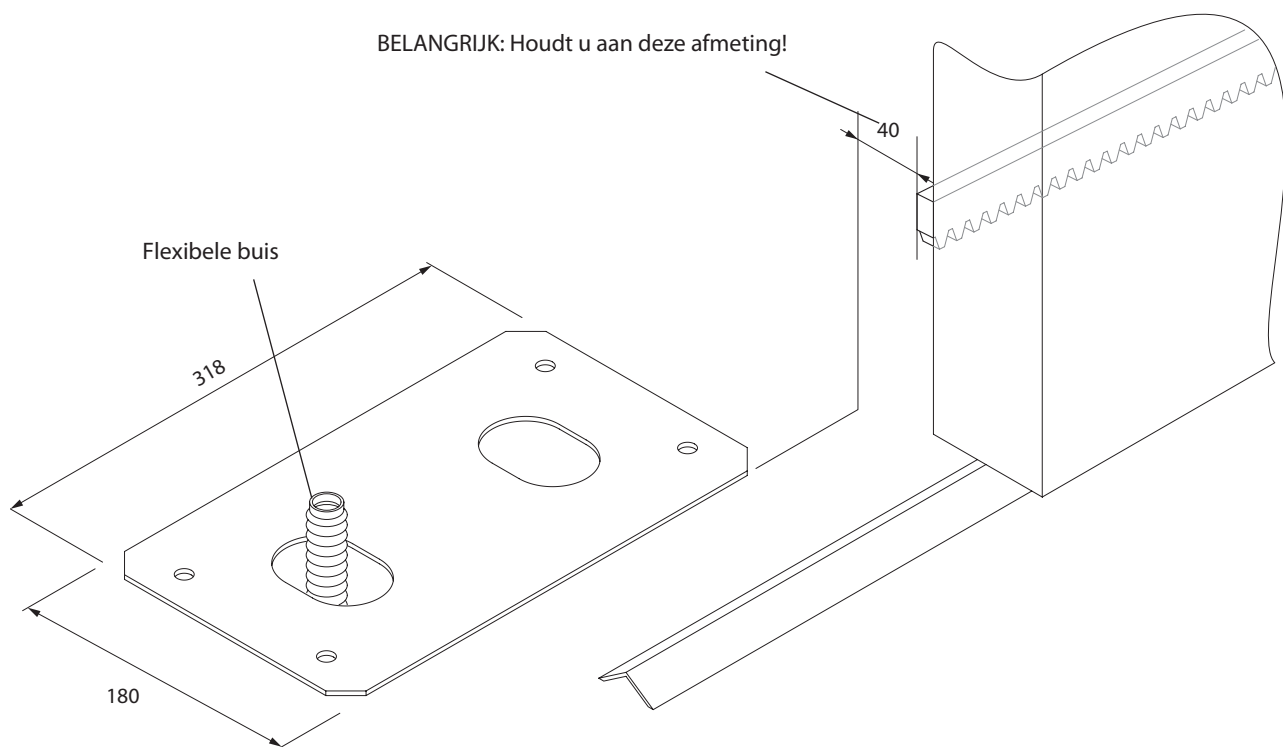

Fig. 2 - Montage direct op bestaande fundatie
1. Montage direct op de bestaande fundatie (Fig.2).
U kunt de funderingsplaat gebruiken als boormal, boor 4 gaten rond 10 mm en plaats hier de stalen draadpennen en Ø10x120 mm pluggen in, zoals aangegeven in Fig.2.